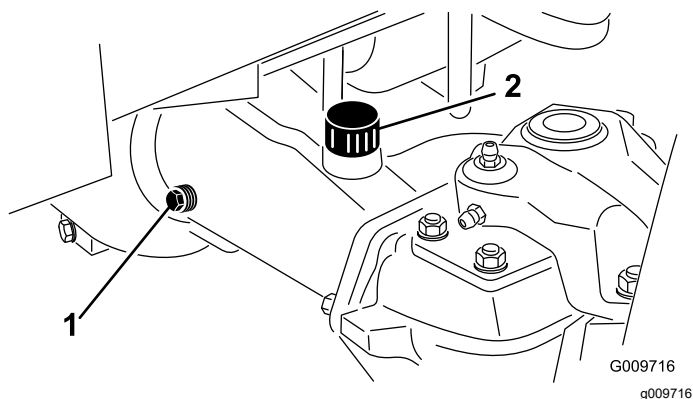

Рисунок 67
2. Снимите контрольную пробку с одного конца моста и убедитесь, что масло доходит до низа отверстия (**Рисунок 67**).